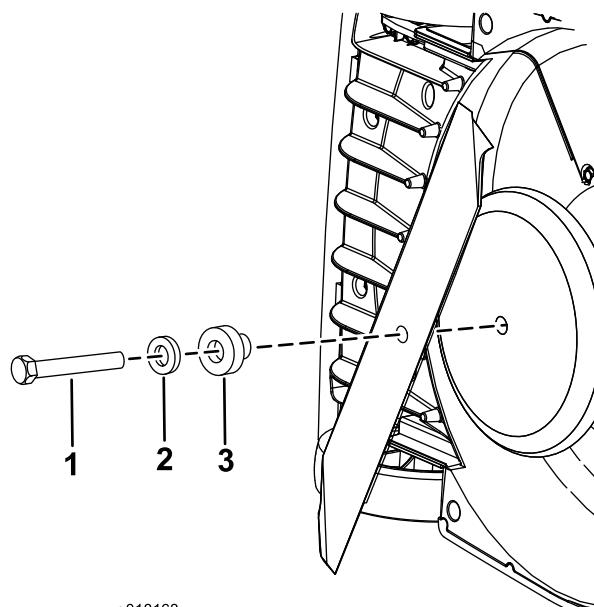

Figura 24
- 7. Fissate la lama nuova con il bullone, la rondella e il distanziale tolti in precedenza (Figura 24).
5. Togliete il bullone, la rondella e il distanziale, quindi rimuovete la lama (Figura 24).